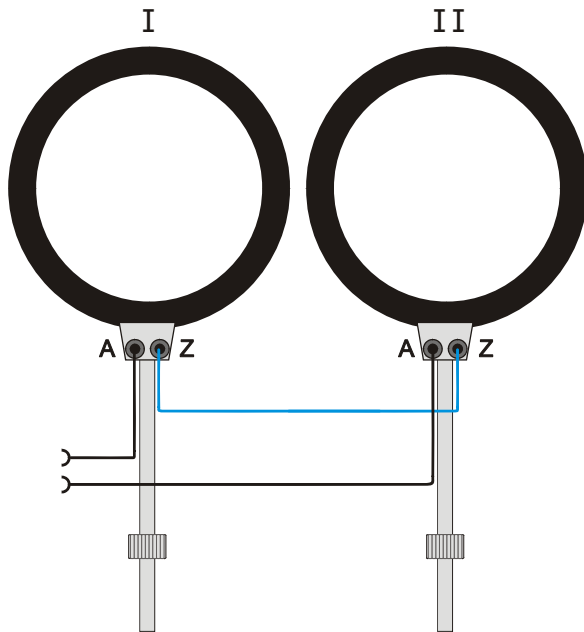

Fig. 1.1 Conexión en serie
- Para la configuración en serie, se debe conectar el clavijero Z de la bobina 1 al clavijero A de la bobina 2 (véase fig. 1.1).